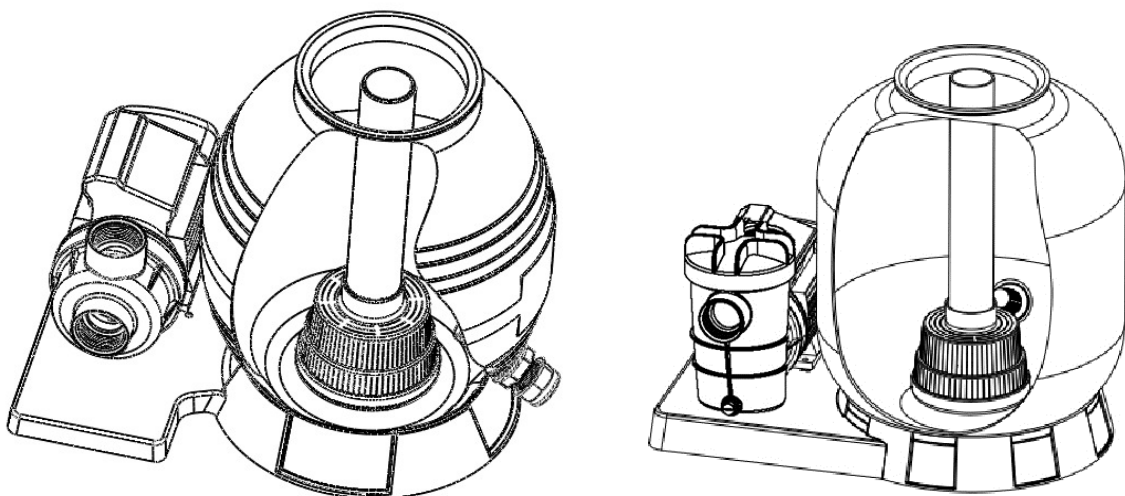

Abb. 3
3. Drücken Sie den Sandfilterbehälter auf die Grundplatte und drehen Sie ihn so, dass die Ablassöffnung des Filterbehälters nach außen (Abb. 3) zeigt. Dies kann auch zwischen den einzelnen Modellen etwas variieren.